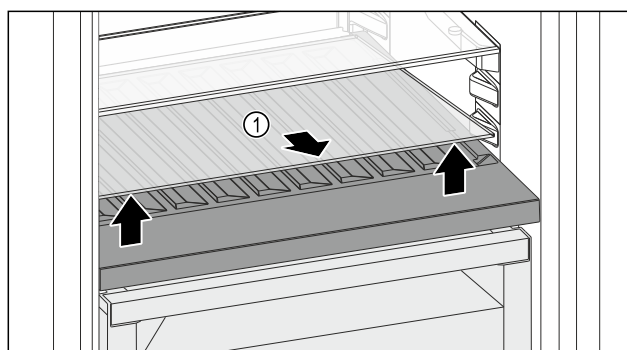

Fig. 144
- ▶ Skleněnou desku Fig. 144 (1) zvedněte za vybrání vpředu a vyjměte ji.
- ▶ Skleněnou desku Fig. 144 (1) uložte bezpečně mimo spotřebič.
- ▶ Skleněnou desku (2) vložte pod variabilní přihrádku na láhve.